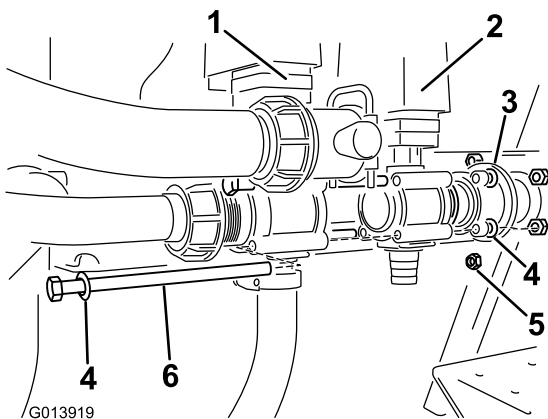

図 5
7. 付属部品の中からエダクタバルブを探し出し、これを攪拌バルブの右側にインライン直列に取り付ける(図5)。